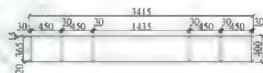

图7-71
**步骤2:**使用分解工具 $\square$ ,将绘制的矩形进行分解。使用偏移工具 $\square$ 将分解的矩形偏移出如图7-71所示的直线。